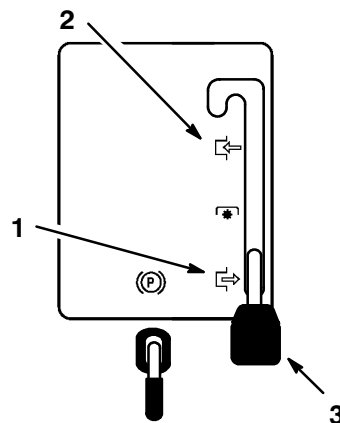

Figure 4
2. Mettez la commande de lame (PdF) en position embrayée (Fig. 4).
2. Mettez la commande des lames (PdF) en position débrayée (Fig. 4).